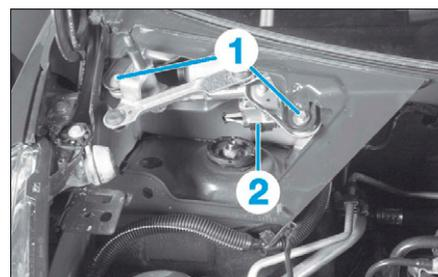

FIG. 69
- les vis du mécanisme (1) (Fig.69).
- Débrancher le connecteur (2).